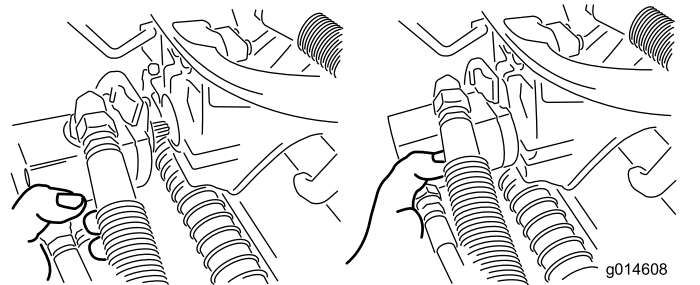

Bild 49
3. Legen Sie den Motor am Aufbewahrungsort vorne am Aufhängearm ab (**Bild 49**).